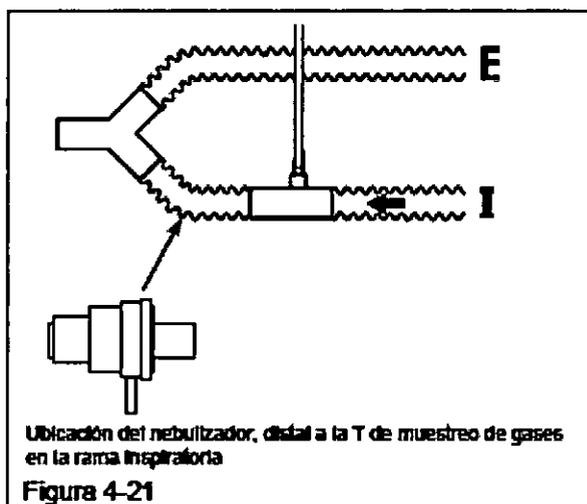

Figura 4-21
- Para que no salte la alarma que indica la existencia de obstrucciones en la manguera de muestreo o el filtro ("sample line/filter block"), el nebulizador de medicamentos debe colocarse en la rama inspiratoria pero por debajo de la T de muestreo, de modo que no se sobresature el cartucho separador de agua ni se contamine el sistema de muestreo (figura 4-21).